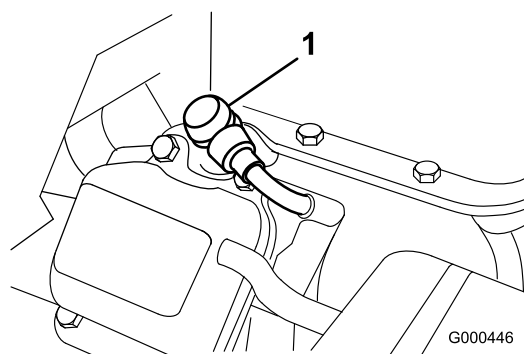

Figura 26
1. Retire o cabo da vela moldado (Figura 26).